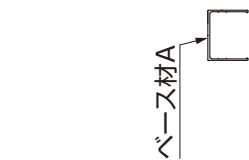
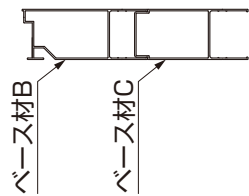
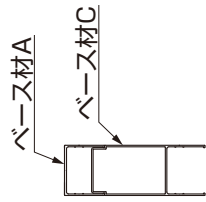

図2-59
図2-60
図2-61
- ベース材には種類があります。(図2-59、図2-60、図2-61参照)